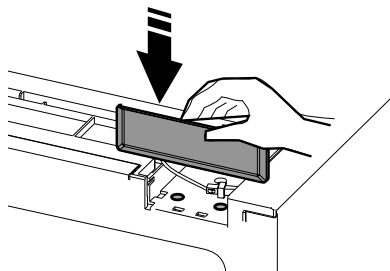

Figure 27
48. Mettez le boîtier du commutateur à lames à sa place (voir Figure 27) en veillant à ce que le harnais sans fil ne dépasse pas l'armoire réfrigérante.